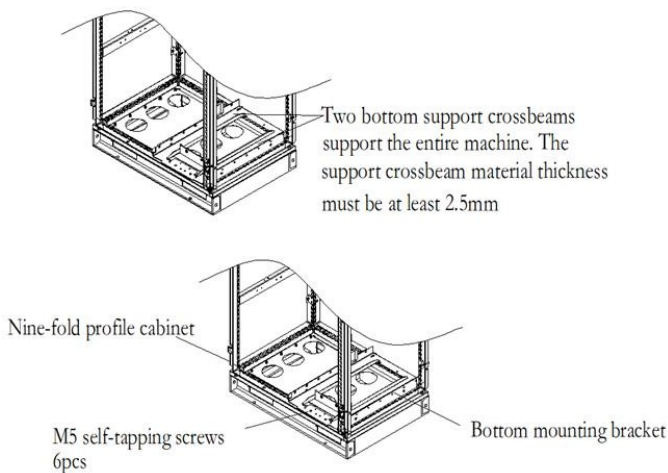

Figura 4-13 Diagrama de montagem do suporte inferior
2	Fixe as vigas transversais do suporte inferior e o suporte de montagem no gabinete. (Consulte a Figura 4-13.)
2. Fixe as vigas transversais do suporte inferior e o suporte de montagem. (Consulte a Figura 4-13.)